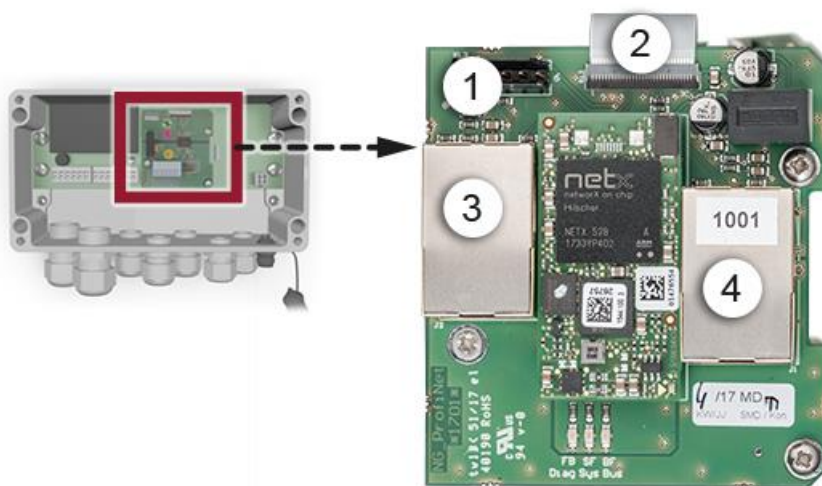

Abbildung 13: Übersicht des Profinet IO Moduls im SIPOINT 2
- Wenn das Photometer als Endgerät eingesetzt wird, muss der DIL-Schalter S2/1 auf dem Anschlussmodul eingeschaltet (ON) sein (Abbildung 13. Pos. 3).